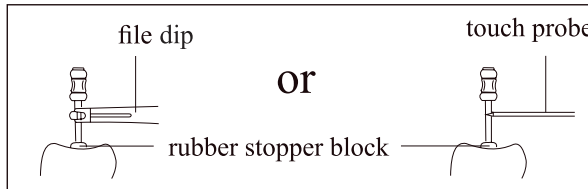

Abbildung 23
4.2.6 Wenn die Feile den Apex erreicht, stellen Sie das Gummiteil an der Endfeile auf den Referenzpunkt ein (Inzisalkante oder Fossakante), ziehen Sie dann die Endfeile heraus und messen Sie die Länge zwischen der Oberseite der Feile und dem Gummiteil, dies ist die Arbeitslänge des Zahns. Es kann auch mit der Tastsonde anstelle der Feilenklemme verwendet werden, wenn es unbequem ist, die hinteren Zähne zu messen [Abbildung 23].